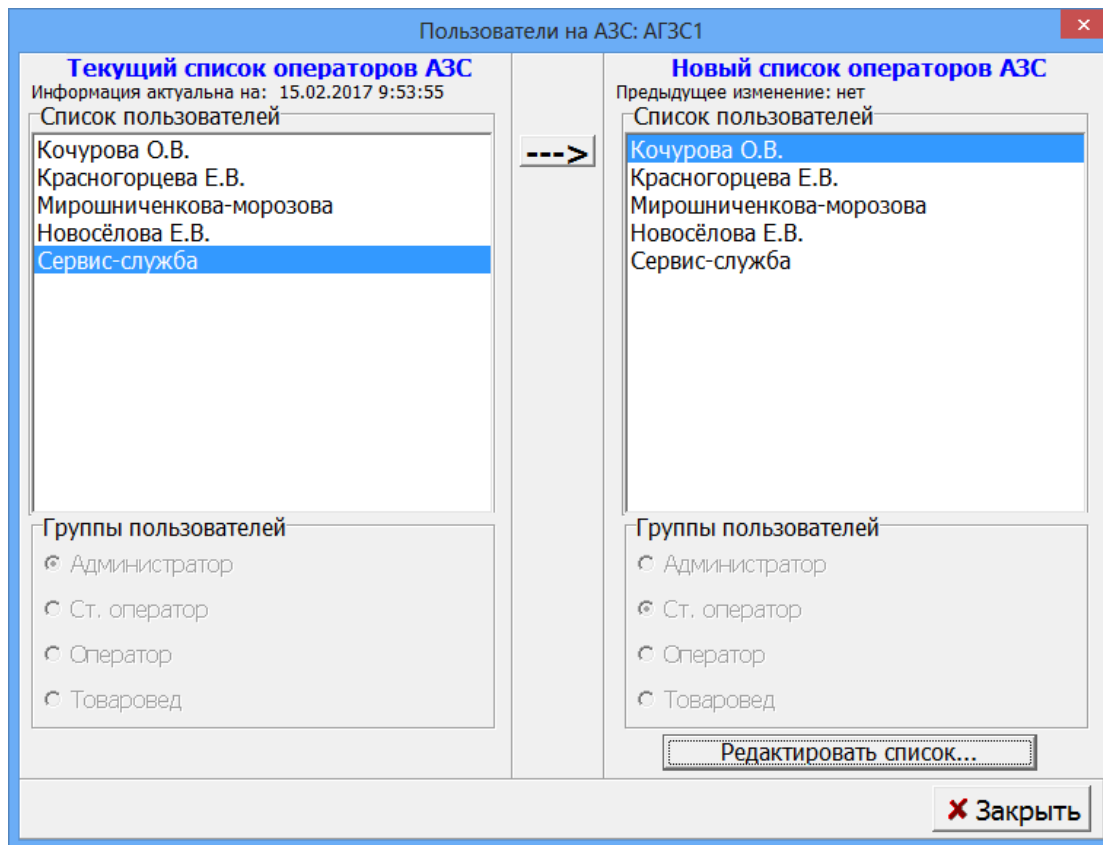

Рис.34
Редактирование операторов АЗС можно выполнить в офисе через меню "Настройка АЗС/Просмотр пользователей ПТК на АЗС" (рис.34). Просмотр операторов доступен только для объектов "АЗС" и "Нефтебаза". Редактирование доступно только для учётной записи администратора и если связь с АЗС была менее 30 суток назад. Измененный список обрабатывается на АЗС только 1 раз, при этом запоминается дата его редактирования. Для передачи списка на АЗС необходимо в настройке файла запроса поставить галку "Список операторов АЗС".
- 3.Создайте письмо-запрос (меню «Связь\Электронная почта»). В окне «E-Mail» меню «Почтовый ящик\Создать письмо-запрос» (рис.34).
- 4.Для отправки письма-запроса из офиса на АЗС щелкните кнопку  «Отправить почту» (рис.34).